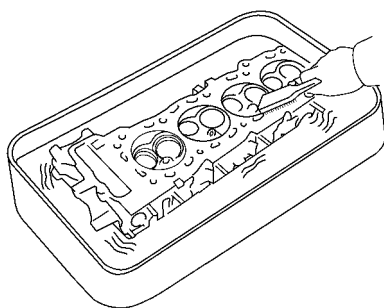

图 1-28 清洁气缸盖
(5) 清洁气缸盖。应使用软刷子和溶剂刷干净，如图 1-28 所示。